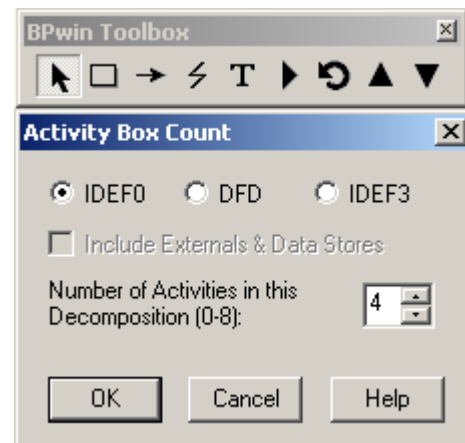

Рисунок 1
2. Выберите кнопку перехода на нижний уровень инструментов, в диалоговом окне Activity Box установите число работ 3 на диаграмме нижнего уровня и нажмите кнопку ОК. (Рисунок 1). Автоматически будет создана диаграмма декомпозиции.